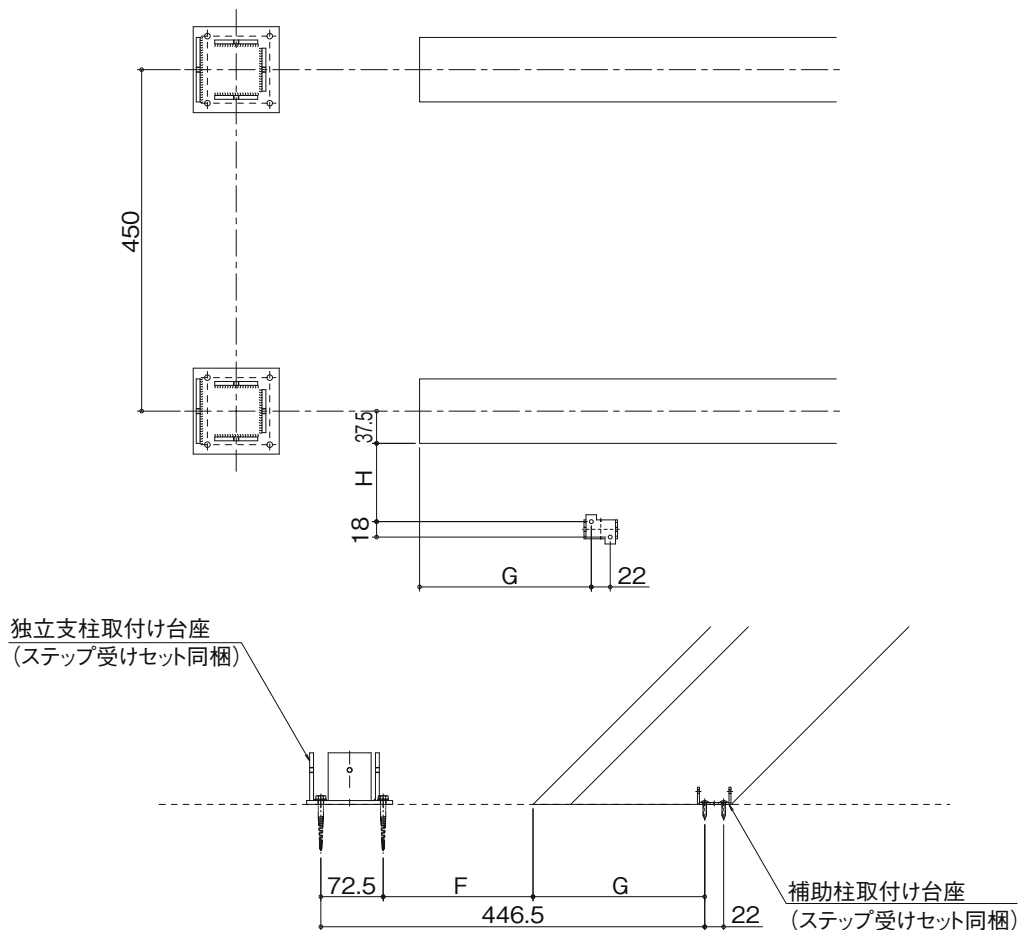

図4
②桁の位置から独立支柱取付け台座および、補助柱取付け台座の位置を出す方法(図4参考)。